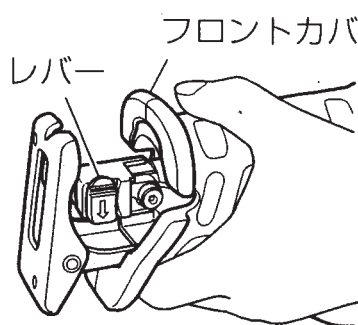

図 3
- (1) スイッチ引金の入り切りを繰り返して、レバーがフロントカバからいっぱいまで飛び出した状態にします。(図3) その後、スイッチを切り、さし込みプラグを電源コンセントから抜いてください。
スイッチ引金の入り切りを繰り返して、レバーがフロントカバからいっぱいまで飛び出した状態にします。(図 3) その後、スイッチを切り、さし込みプラグを電源コンセントから抜いてください。